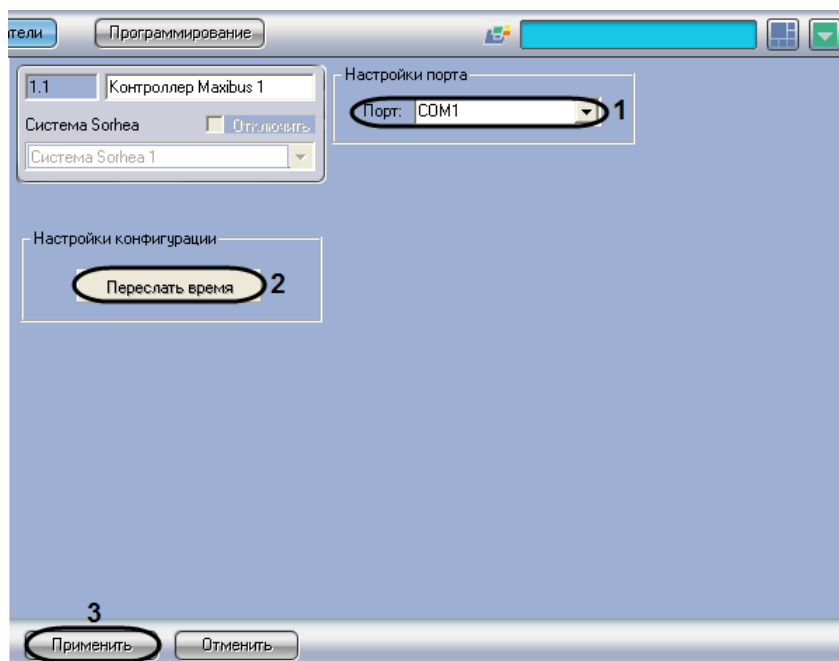

Рис. 3.3-2 Настройка контроллера Maxibus
- Перейти на панель настройки объекта **Контроллер Maxibus** (Рис. 3.3-2)
2. Из раскрывающегося списка **Порт** выбрать COM-порт Сервера *Интеллект*, используемый для соединения с контроллером *Maxibus* (см. Рис. 3.3-2, 1).
3. Чтобы установить время Сервера *Интеллект* на контроллере *Maxibus*, нажать кнопку **Переслать время** (см. Рис. 3.3-2, 2).
4. Для сохранения внесенных изменений нажать кнопку **Применить** (см. Рис. 3.3-2, 3).